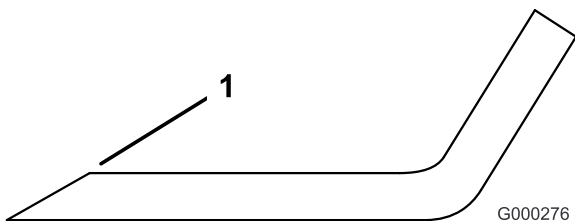

図 85
3. すべてのブレードの刃先を点検し、刃先が丸くなっていたり打ち傷がある場合には研磨する **図 85**。
**注** 研磨は刃先の上面だけに行い、刃の元々の角度を変えないように十分注意する **図 85**。左右を同じだけ削るようにすればバランスが狂わない。